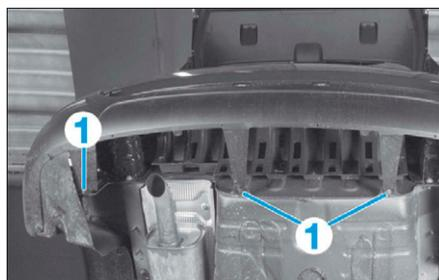

FIG. 102
- les vis inférieures (1) (Fig.102),